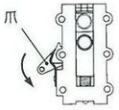

図8
- 2) テンショナ本体の爪の位置は図8のとおり、下側（スプリング側）にくるようにします。